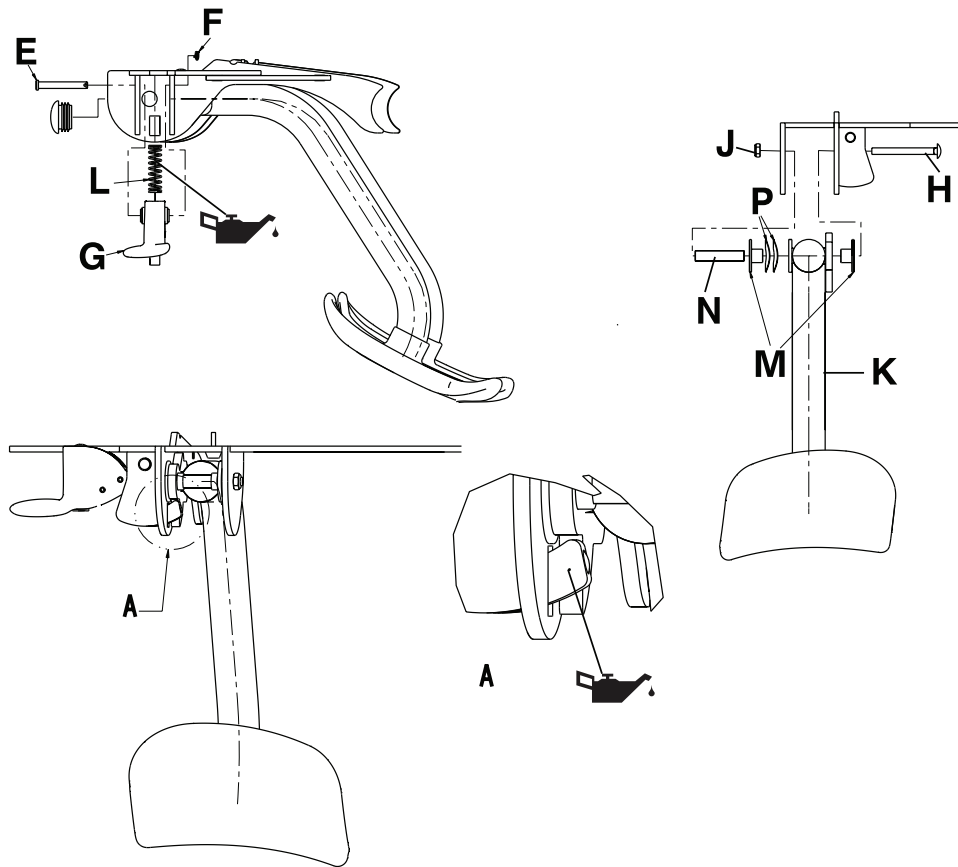

Figure 2-37 : Composants du repose-jambes
6. À l'aide d'une pince à becs fins, retirer la goupille beta (F) et l'axe d'assemblage (E) qui maintiennent les ensembles de verrou du repose-jambes (G) de chaque côté de l'assemblage soudé de la plaque de montage du repose-jambes (D). Retirer les ensembles de verrou du repose-jambes (G) et les ressorts de compression (L) de chaque côté de l'assemblage soudé de la plaque de montage du repose-jambes (D) (Figure 2-37 à la page 2-57). Conserver les ensembles de verrou du repose-jambes, les ressorts, les goupilles beta et les axes d'assemblage.
7. À l'aide d'une clé plate de 7/16", retirer l'écrou hexagonal avec bague en nylon (J) et le boulon (H) qui maintiennent l'ensemble de repose-jambes (K) à l'assemblage soudé de la plaque de montage du repose-jambes (Figure 2-37 à la page 2-57).
8. Retirer les deux rondelles (P), deux bagues de réduction (M) et l'axe de pivotement du repose-jambes (N) lors du retrait de l'ensemble du repose-jambes (Figure 2-37 à la page 2-57). Conserver toutes les pièces.
- a. Si nécessaire, utiliser la graisse Syntech pour lubrifier le ressort de compression (L) et l'extrémité du verrou (Figure 2-37 à la page 2-57).
- b. Installer les rondelles (P) sur la bague de réduction (M) avant les monter sur l'ensemble du repose-jambes.
2. À l'aide d'une clé mixte 7/16", resserrer ou desserrer l'écrou hexagonal avec bague en nylon (J), par incréments d'un quart de tour. (Figure 2-37 à la page 2-57).